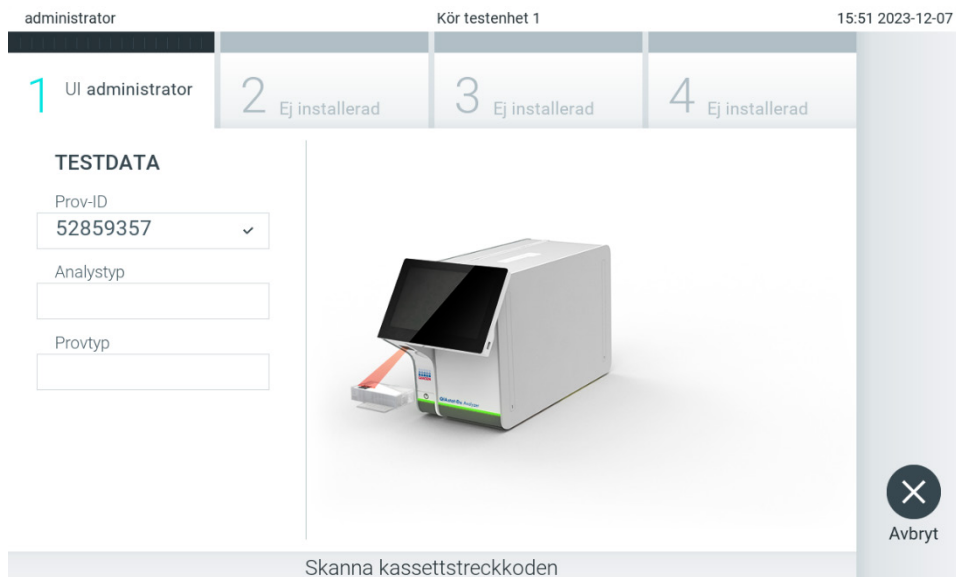

Bild 24. Skanna streckkod för QIAstat-Dx-analyskassetten.
3. När du uppmanas till detta ska du läsa av streckkoden på den QIAstat-Dx-analyskassetten som ska användas. QIAstat-Dx Analyzer 2.0 känner automatiskt av vilken analys som ska köras baserat på QIAstat-Dx-analyskassetten's streckkod (bild 24).
OBS! Använd streckkoden på sidan av kassetten (som på bild 24) och inte streckkoden på förpackningen med kassetter.